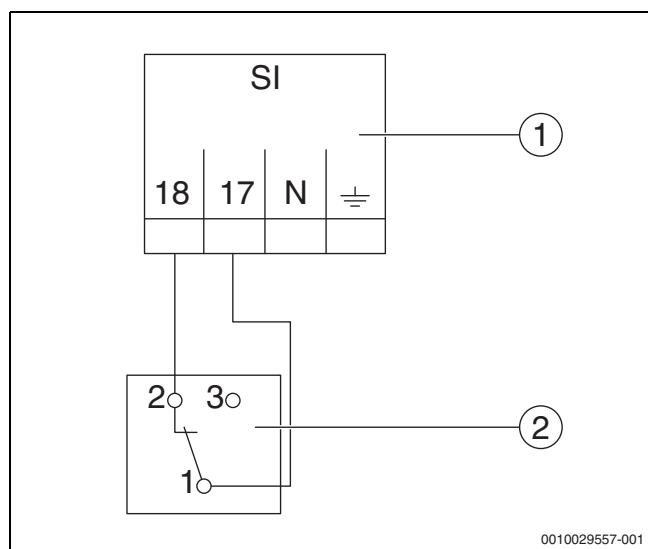

Fig. 6 Collegamento di un dispositivo di sicurezza esterno
- Collegare i fili come indicato in fig. 6 e nello schema elettrico di collegamento.